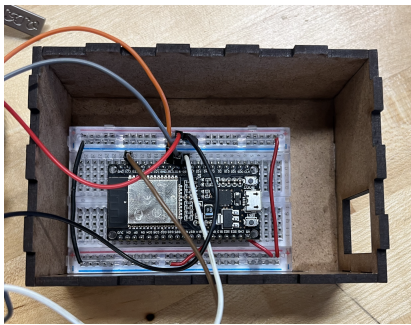

Figure 4
- a) Après avoir créé la boîte, avec la colle (dans le kit) coller la plaque qui a l'ESP 32 au fond de la boîte comme montré dans la **Figure 4**